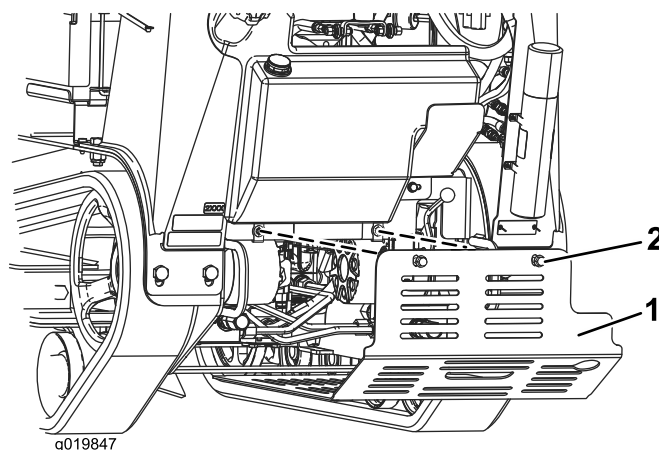

Figura 25
2. Afloje secuencialmente los dos pernos que sujetan el protector inferior hasta que el deflector quede libre (Figura 25).
2. Introduzca el protector inferior en la máquina (Figura 25).